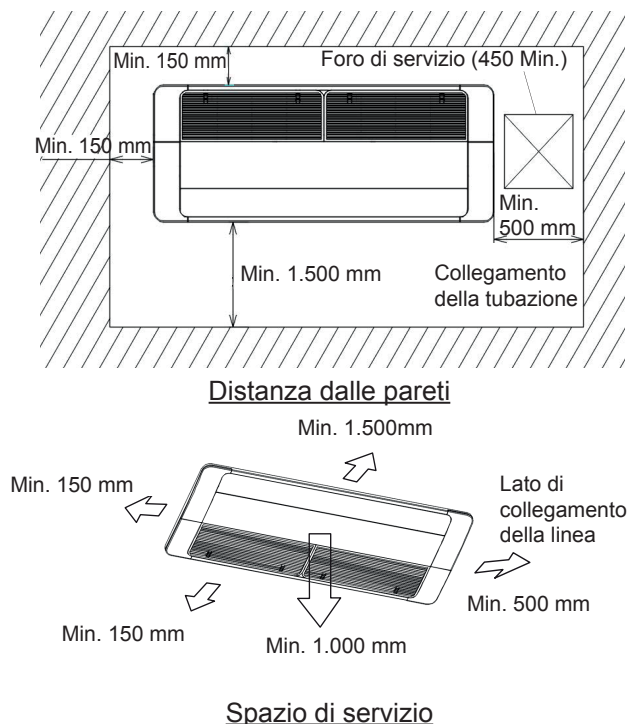

Fig. 4.1 Spazio libero attorno all'unità interna
- L'unità interna deve essere installata lasciando tutt'attorno liberi gli spazi necessari per il funzionamento e la manutenzione che sono indicati nella Fig. 4.1.